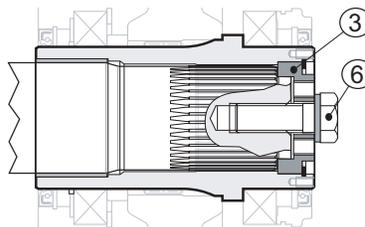

Fig. 19
Sustituir la barra (pos. 4) con el tornillo (pos. 6), apretándolo a fondo, aplicando una fuerza como se indica en la Tabla 4: Pares de apriete (p. 19), utilizando además un fijador de roscas medio (ver Fig. 19 (p. 27)).